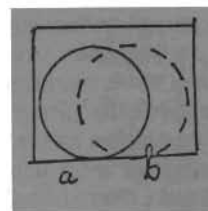

Fig 10. De två lägena för tonarmsaxelns infästning i lagringen i den fyrkantiga öppningen.
*Lagringen av tonarmen:* Det annars brukliga är att använda kullager resp spetskullager. Philips har här tillgripit en helt annan och intressant lösning. Man har utgått från att lagringens friktion bör vara försumbar liksom den erkända svårigheten att utföra lagringen i vertikalled (horisontell upphängning) effektivt därför att axeltappen-armspindelns gör så små rörelser att friktionen blir mera av statisk natur än rullfriktion. Den statiska är av högre storleksordning och medför större påkänningar. Lösningen som tillgripits innebär att öppningen till hela upphängningen utförts fyrkantig i stället för rund. Då armen placeras i läge lokaliserar axeln i lagerhålet vid *a* eller *b*, se *fig 10*. Friktionen blir, i ettdera läget, tämligen hög. Men så snart armen rörs p g a den avspelade grammofonskivans oplanheter kommer axeln att röra sig ur sitt viloläge och »oscillera» mellan de båda lägena *a* och *b*. Den resulterande friktionen är nu mycket mindre än tidigare. Spelet öppning-spindel är så litet, att svårigheter inte uppstår, enligt konstruktörerna. Man påpekar särskilt att om någon skulle försöka mäta den vertikala friktionen skulle den befinnas variabel, och de högre mätvärdena, betingade av statisk friktion, skulle icke motsvaras av de faktiska driftsbetingelserna.